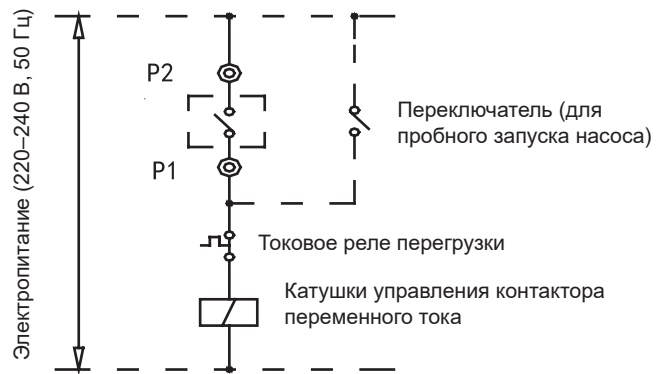

Рис. 5-3
- Шаг 11: Подсоединение кабелей цепи управления насоса: кабели цепи управления контактора переменного тока насоса должны подсоединяться к клеммам P1 и P2 основного модуля (см. рис. 5-3).